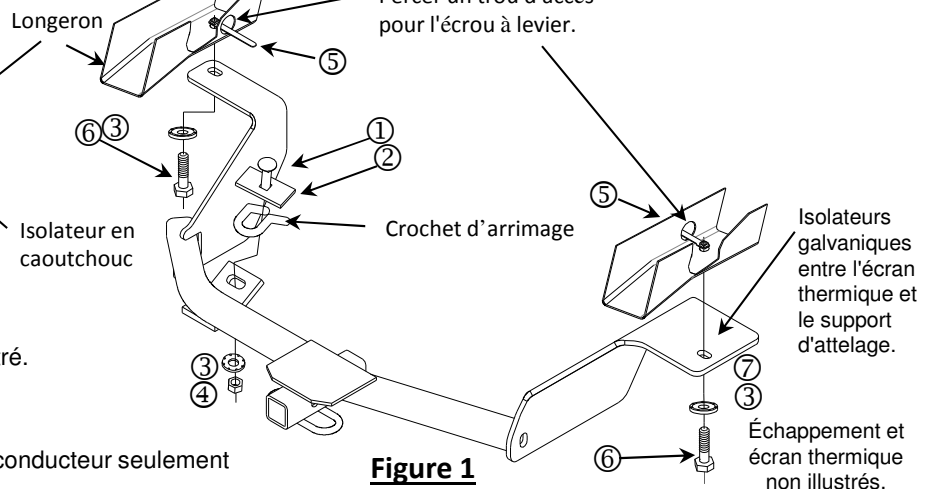

Figure 1
6. Poser le boulon de carrosserie 1/2 po et l'espaceur sur le crochet d'arrimage, comme illustré à la Fig. 1.
7. Appliquer les isolateurs galvaniques transparents sur le support latéral d'attelage côté passager, comme illustré. Fig. 1